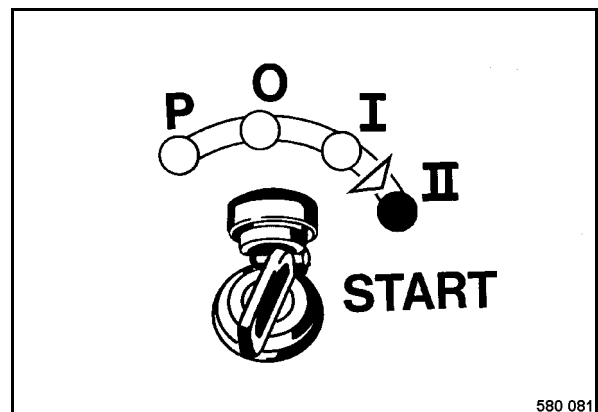

Fig. 103
- Girar la llave de encendido (Fig. 103) a posición „II“, arranque del motor.